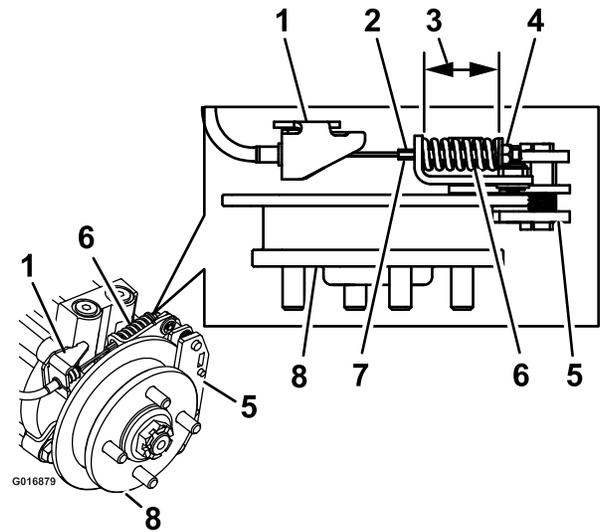

Figure 71
9. Maintenez l'extrémité de la tige filetée avec un outil et ajustez le contre-écrou jusqu'à ce que la longueur du ressort se situe entre 3,8 et 4 cm (1-1/2 et 1-9/16 po) (Figure 71). Le câble ne doit pas tourner quand les écrous sont desserrés.